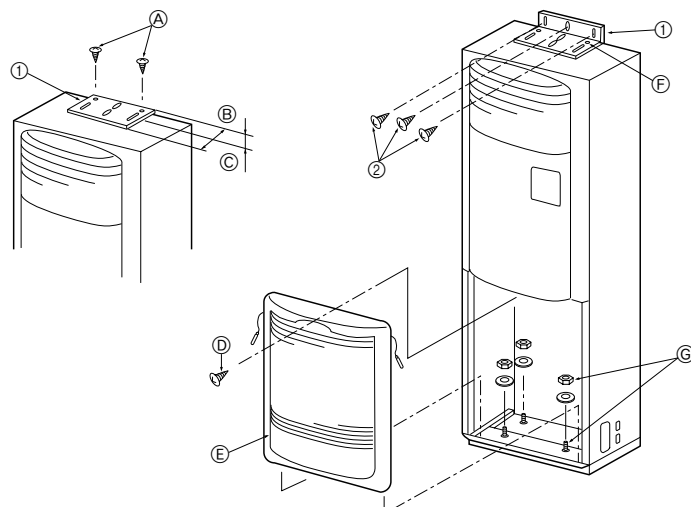

Fig. 3-2
3.2. Vältskyddsfäste (Fig. 3-2)